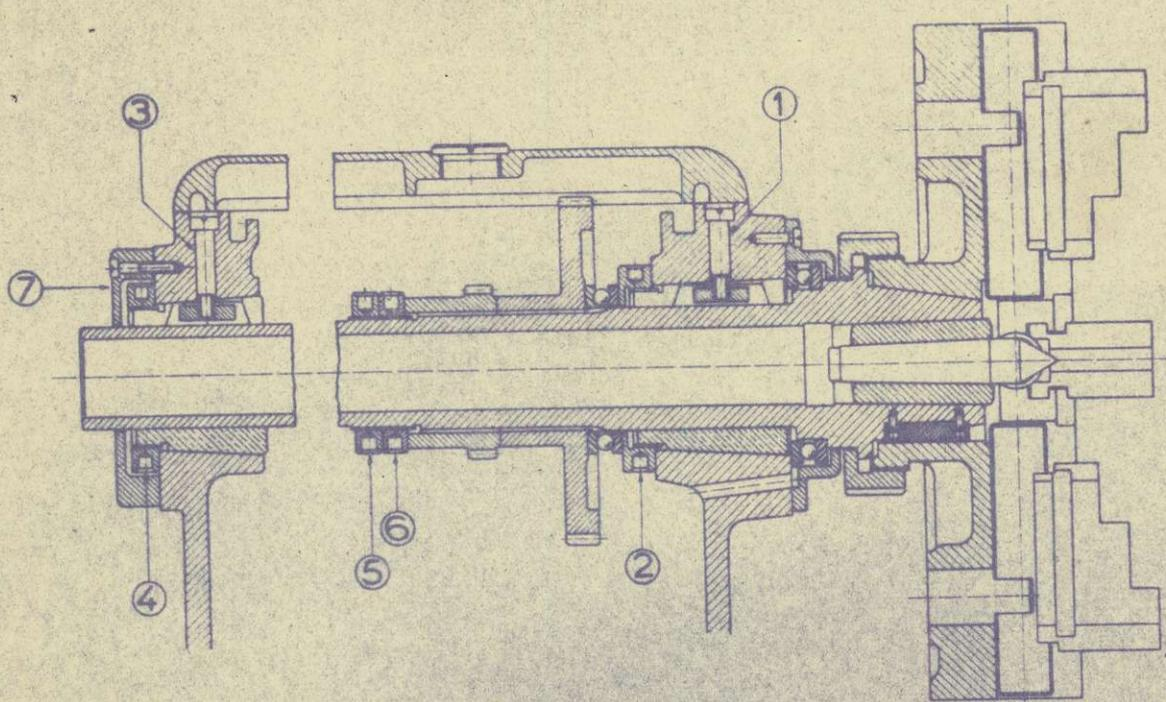

Fig. 12
d) RÉGLAGE DES COUSSINETS : (Rattrapage du jeu). — Fig. 12.
e) RÉGLAGE DES BUTÉES A BILLES : (Rattrapage du jeu). Fig. 12.